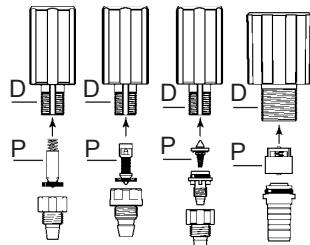

Fig. 18
- Aclarar abundantemente los diferentes elementos y remontarla (Fig. 18).
- Montar la válvula segundo los modelos (Fig. 18-P) en el cuerpo dosificador (Fig. 18-D), empujándola hasta que se bloquee.